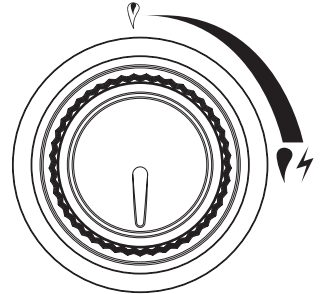

Figura 2
3. Todas las perillas tienen que estar en la posición "APAGADO". Vea la Figura 2.
2. Gire la perilla de control en el sentido de las manecillas del reloj a la posición "APAGADO" (vea Figura 2).
2. Asegúrese de que las perillas de control están en la Posición "APAGADO". Vea la Figura 2.